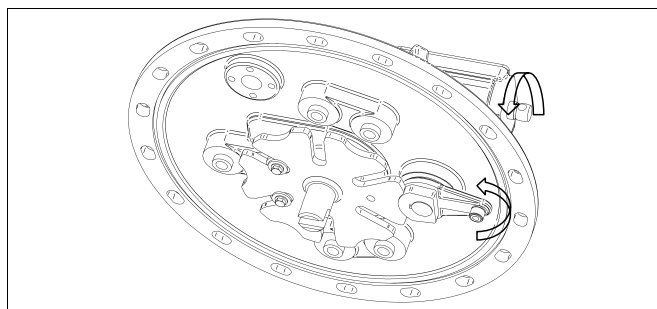
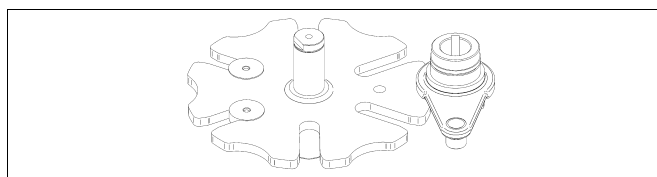

рис. 35
рис. 36 Рычаг мальтийской шестерни повернут на 90° внутрь
- 3) Перед подъемом и установкой головки ПБВ необходимо повернуть рычаг мальтийской шестерни на 90° внутрь (см. **рис. 35**, **рис. 36**, а также приложение, монтажные чертежи 7258721E и 7258732E).